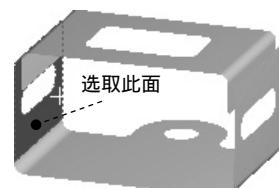

图 7.6.54 定义目标面
(3) 定义目标面。选取图 7.6.54 所示的面为目标面参考，单击 **Target** 文本框后的  按钮，然后在定义接触参数对话框中的 **Target Shell Face** 下拉列表中选择 **Top** 选项，完成目标面定义。